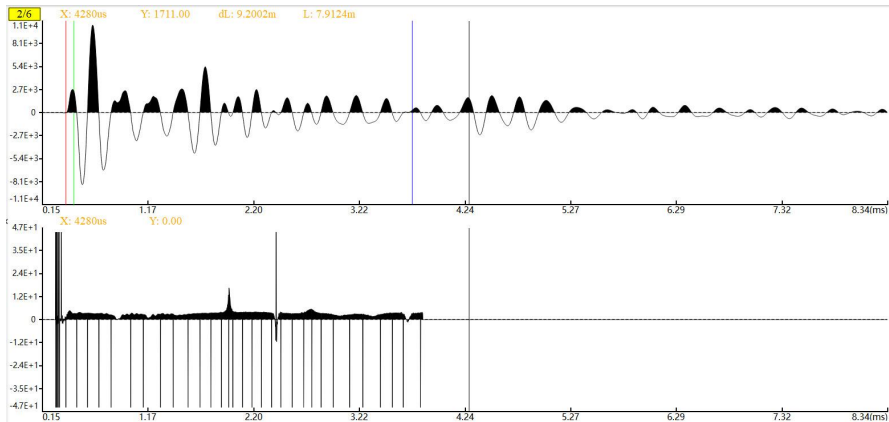

图 4-16 异常提取
- 异常提取：对需分析的波形进行异常提取操作，并显示在分析视图的第二块区域，变化如图 4-16 所示，点击异常提取之后观察下方的波形，从时域来分析该波形的变化和直观的观察的它的突变点可以分析判断缺陷大致位置，快捷键为 **M**。